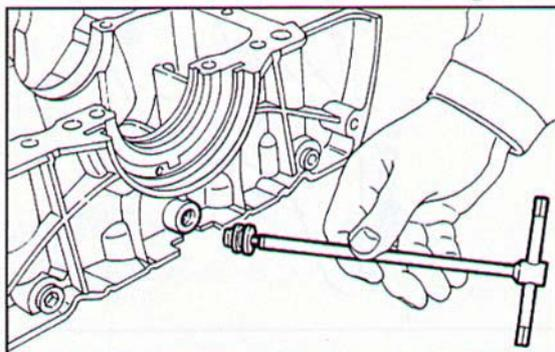

Fig. 99 ▼
- sostituire la rondella e riavvitare il tappo della conduttura centrale olio, utilizzando il sigillante Loctite 971 (Fig. 99).
- replace the washer and then screw the plug back on the central oil duct, sealing with some Loctite 971 (Fig. 99).